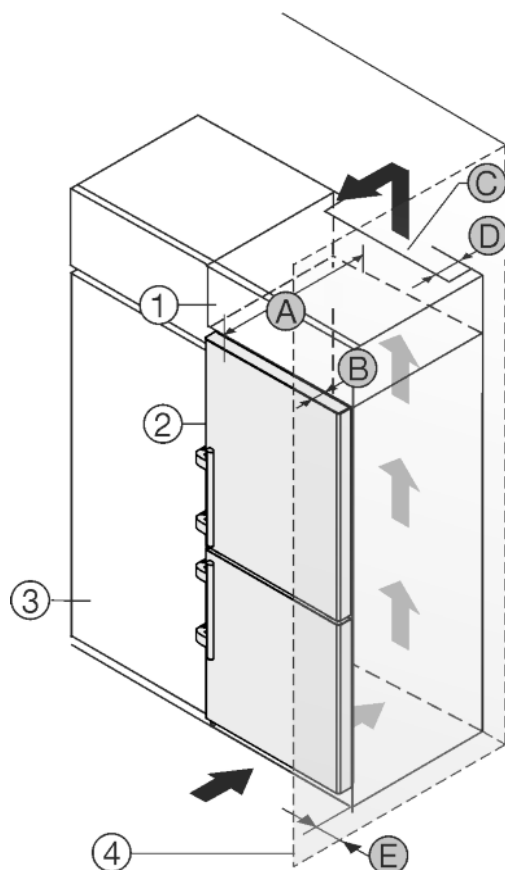

Fig. 13
A készüléket körbe lehet építeni konyhaszekrényekkel. Rá lehet szerelni egy rátétszekrényt Fig. 13 (1), hogy a készüléket Fig. 13 (2) a konyhabútorok magasságához igazítsa.
A készüléket közvetlenül a konyhaszekrény Fig. 13 (3) mellett is felállíthatja. Ahhoz, hogy az ajtókat teljesen ki tudja nyitni, a készüléknek a konyhaszekrény elülső oldalához képest legalább a mélységnek Fig. 13 (B) megfelelően ki kell állnia. A konyhaszekrények mélységétől és a fali távolságtartók használatától függően a készülék nagyobb mértékben is kiállhat.
- A rátétszekrény hátoldalán egy mélységű Fig. 13 (D) szellőző aknát kell a rátétszekrény teljes szélességében kialakítani.
- A mennyezett alatt be kell tartani a szellőző keresztmetszetet Fig. 13 (C).
Mikor a készüléket a csuklópántokkal egy fal Fig. 13 (4) mellett állítja fel, akkor a készülék és a fal közti távolságot Fig. 13 (E) be kell tartani. Ez nyitott ajtó esetén megfelel a fogantyú túlnyúlásának.